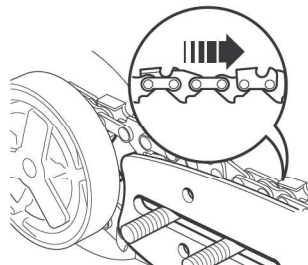

Fig. 5
- > Disponha a corrente (3) sobre a roda motora (22) por trás da embraiagem (21) e instale-a em volta da lâmina-guia (4) com as arestas cortantes orientadas para o sentido de rotação (Fig. 5).